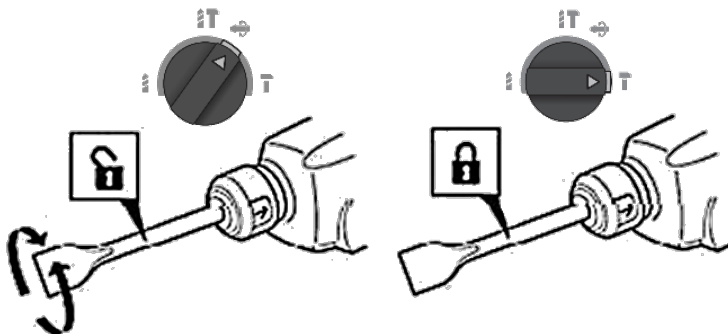

Рисунок 3
3.7 Для вибору та фіксації потрібного положення довбального інструменту (зубило, піка, штирник тощо), необхідно (дивіться рисунок 3):